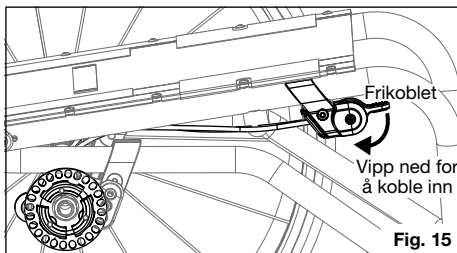

Fig. 15
1. Sett spaken til aktivert posisjon (fig. 15).
1. Sett spaken i deaktivert posisjon (fig. 15).